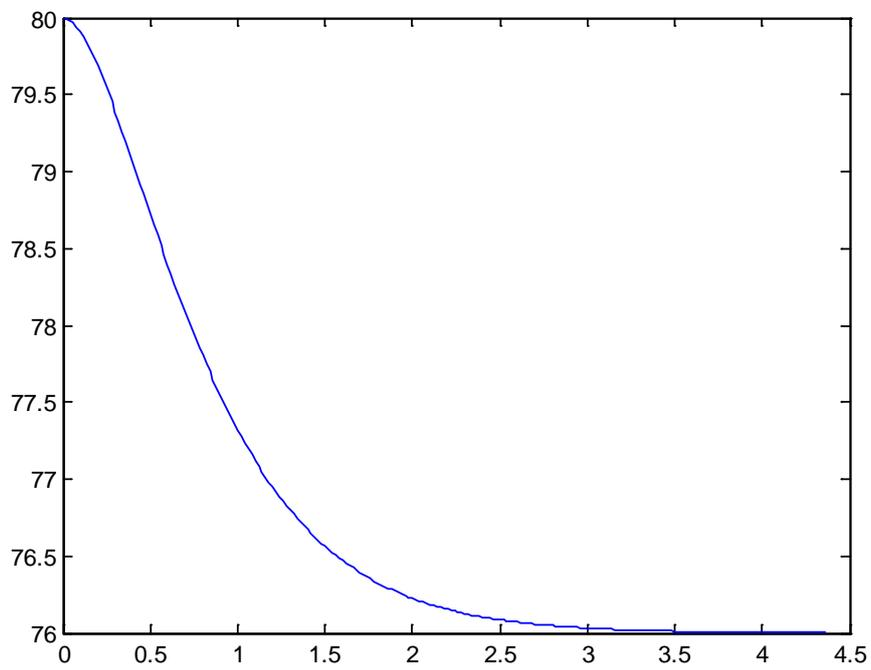

Figura 3 . Temperatura del líquido en el experimento 2. Tiempo en minutos
- Partiendo de las mismas condiciones de equilibrio, cuando el caudal de jugo ha cambiado bruscamente a 12 l/min, la temperatura del líquido a la salida del cambiador ha evolucionado como en la figura 3.